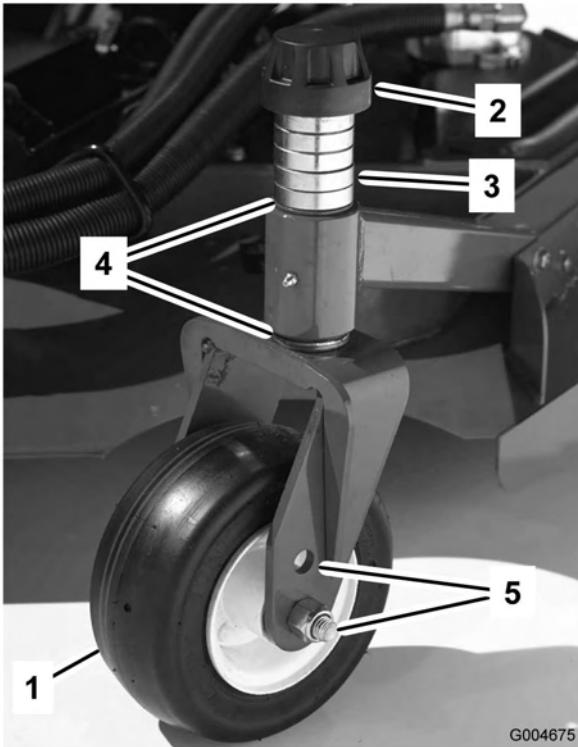
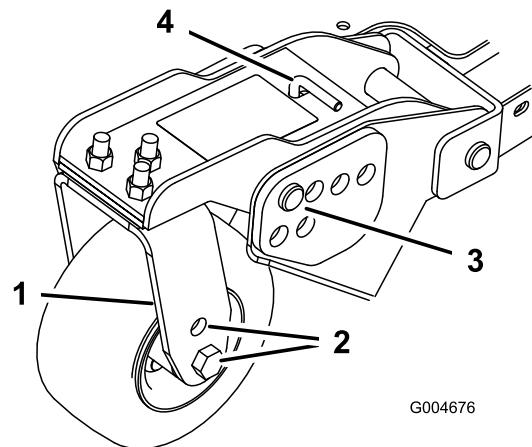
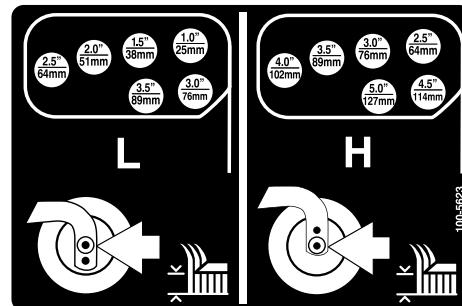

Figure 18
Figure 20
Figure 21
- Placez les essieux des roues pivotantes dans les mêmes trous sur toutes les fourches (Figure 18 et Figure 20). Pour choisir les trous corrects pour la hauteur de coupe requise, reportez-vous au tableau suivant.
- Enlevez le chapeau de tension de l'axe de pivot (Figure 18) et sortez l'axe du bras pivotant. Replacez les 2 cales (3 mm) sur l'axe de pivot comme à l'origine. Elles sont requises pour que les plateaux de coupe soient parfaitement de niveau sur toute la largeur. Placez le nombre requis d'entretoises de 13 mm sur l'axe de pivot pour obtenir la hauteur de coupe voulue, puis ajoutez la rondelle.
- Enlevez la goupille fendue et les axes de chape des bras pivotant (Figure 20).
- Tournez la tige de tension pour éléver ou abaisser le bras de pivot jusqu'à ce que les trous soient en face de ceux du support de hauteur de coupe sélectionnés dans le bâti du plateau de coupe (Figure 20 et Figure 21).